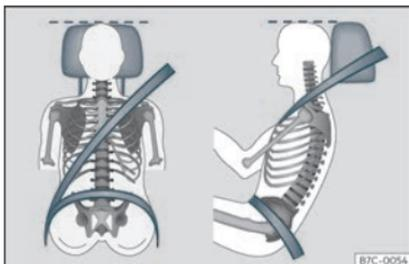

Fig. 3 Sangle bien ajustée et appuie-tête correctement réglé.
- Réglez l'appuie-tête de manière à ce que son bord supérieur soit, dans la mesure du possible, à la même hauteur que la partie supérieure de votre tête, et au moins à la hauteur de vos yeux. Gardez la nuque le plus près possible de l'appuie-tête»» **fig. 3**.